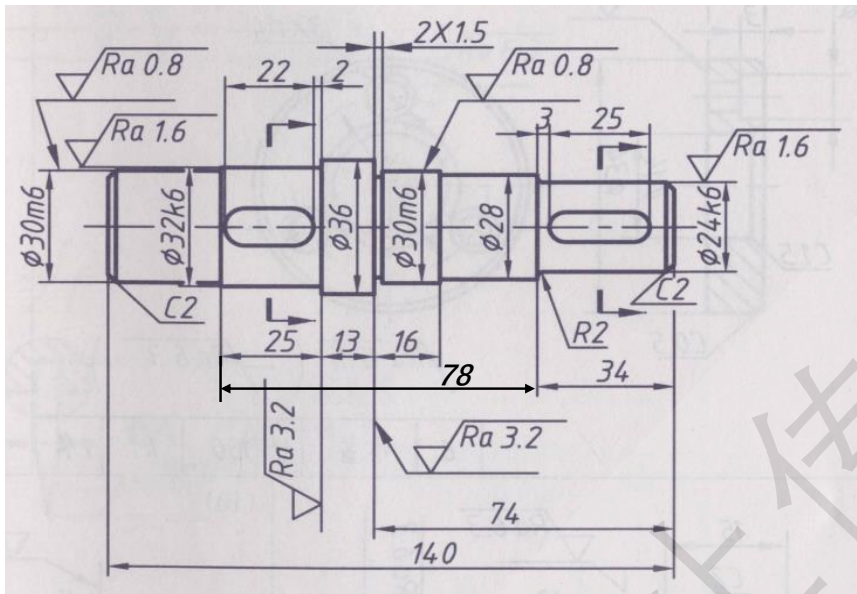
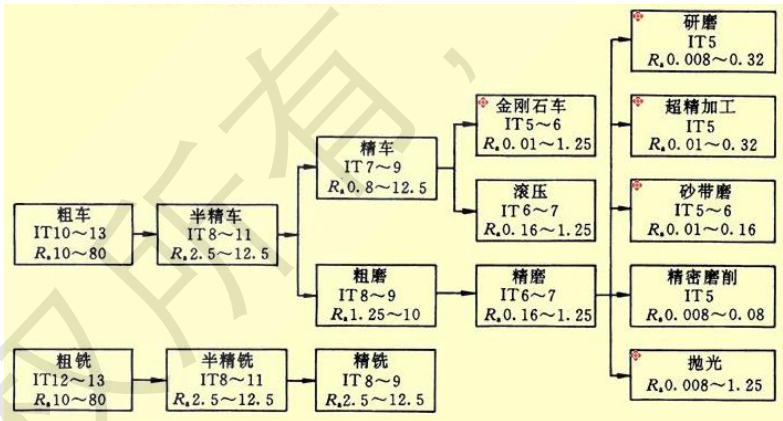

图 4 输出轴（零件 2）
图 9 外圆表面典型加工方法
1、图 4 所示输出轴的材料为 45 钢，左侧与轴承配合部分的尺寸为 $\varnothing 30m6^{+0.021}_{-0.008}$ mm，表面粗糙度要求  $Ra0.8\mu m$ ，需进行表面淬火处理。试参考表 1、表 2 和图 9，拟定该部分外圆加工工艺路线，并确定各工序的经济精度、表面粗糙度、加工余量、工序尺寸（基本尺寸以及上下偏差），填入表 3 中。（10 分）
3、图 4 所示输出轴材料为 45 钢，右侧圆柱表面，铣键槽后利用车床上精加工外圆表面（10 分）
4、图 4 输出轴中与轴承配合的两处轴径为 $\phi 30m6$ 的外圆柱面表面，假设其轴线的同轴度要求为 $\phi 0.005mm$ ，试分析轴径加工时基准选择方法。（3 分）
6、图 4 所示输出轴左侧与轴承配合部分的尺寸要求为 $\varnothing 30\text{m}6_{+0.008}^{+0.021}\text{mm}$ ，最后一道工序为在外圆磨床上精磨。对一批加工后零件尺寸进行统计分析，平均值  $30.015\text{mm}$ ， $\sigma=0.003\text{mm}$ ，请问：此台外圆磨床的工艺能力系数  $C_p$  是多少？是否满足该工序的加工精度要求。如不能满足，出现可修复废品的概率是多少？出现不可修复废品的概率是多少？合格品率是多少？（标准正态分布表如下）（8 分）